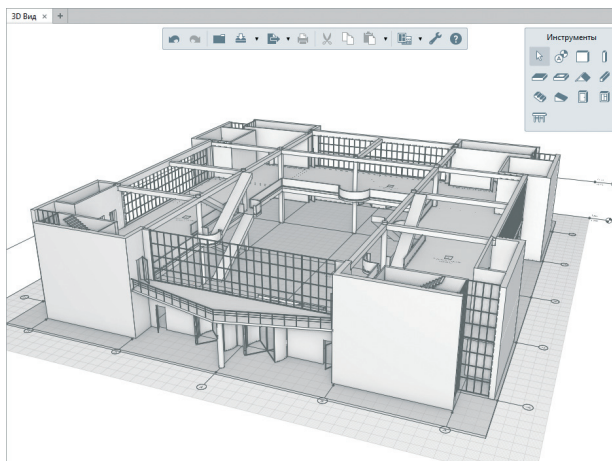
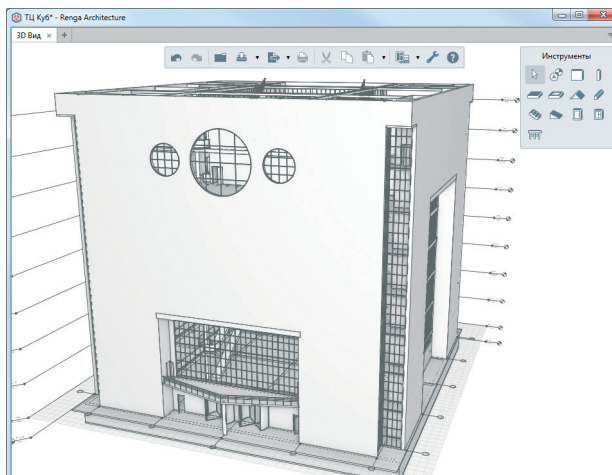

Рис. 9. Первые два этажа торгового центра
Рис. 10. Здание почти готово
- открыть *Обозреватель проекта* через вкладку со значком «+» и в группе *Уровни* найти нужный уровень. После нескольких ручных изменений в скопированном уровне на 3D-сцене архитектор видит окончательный вариант первых двух этажей (рис. 9). Все остальные этажи или уровни создаются аналогичным образом (рис. 10).